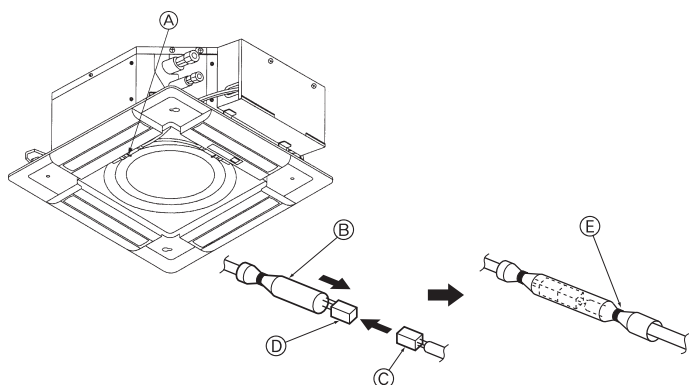
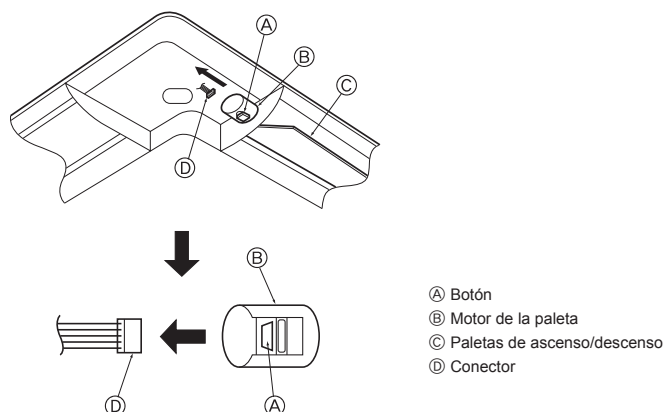

Fig. 7-8
Fig. 7-9
7.3.4. Conexión de cables (Fig. 7-8)
- (A) Remache (Accesorio)
- (B) Tubo de vidrio blanco
- (C) Conector de la unidad principal
- (D) Conector de la rejilla
- (E) Abrazadera (Accesorio)
7.4. Bloqueo de la dirección del flujo de aire de ascenso/descenso (Fig. 7-9)